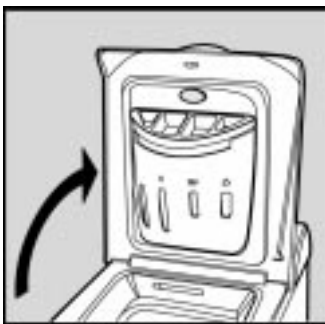

Fig. 1
A) **OUVREZ.** (Fig. 1). Soulevez le **Couvercle externe** et ouvrez-le complètement